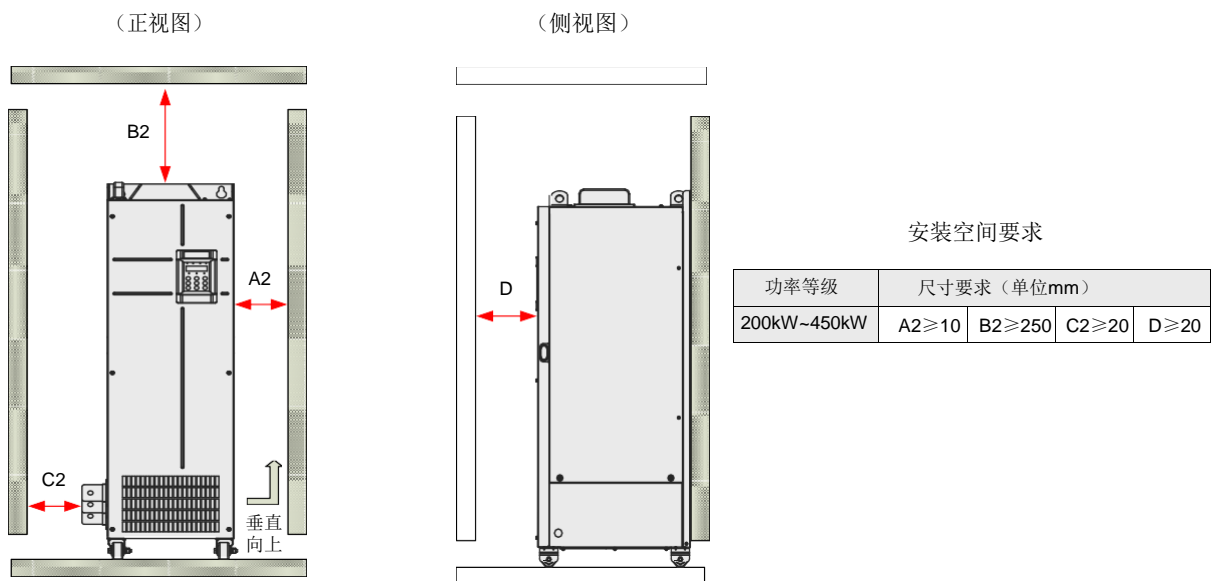

图 3-3 单台机器 (GT600-4T200G-GT600-4T450G) 安装空间
- 安装空间要求如图 3-3 所示，需要保证变频器有足够的散热器空间，预留空间时请考虑机柜内其它器件的散热情况；